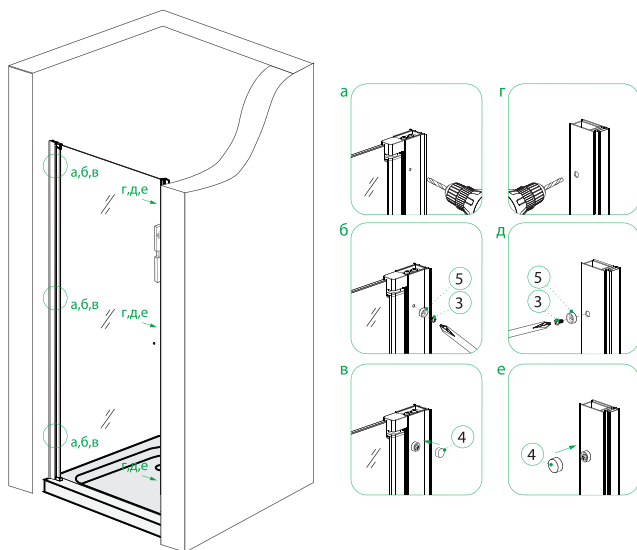

Рис. 10/10-сур.
6. Зафиксируйте дверь в пристенных профилях с помощью шурупов (3) установите заглушки шурупов (4,5)(рис. 10). Также установите ручку (9) на дверь, как показано на рисунке 11.